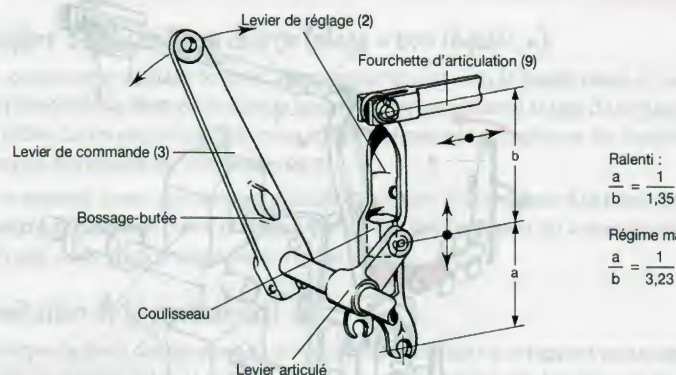

Figure 90.2. Principe du levier articulé à coulisse
C'est la plage « non régulée » : la commande de la pédale d'accélérateur agit directement sur le débit de la pompe en actionnant la tige de réglage, mais sans toutefois pouvoir dépasser le réglage maxi du débit (vis butée du levier de commande réglée au banc d'essai) (fig. 90.2 et 90.3).
La course des masses (6) au ralenti est de 6 mm (A) qui correspond à 8 mm environ de déplacement de la tige de réglage (rapport 1/1,35) (fig. 90.2 et 90.6).